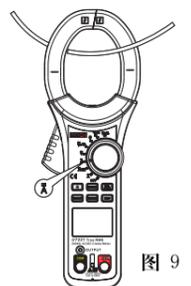

图 9
(7) 直流电流 (A) (见图9)
7.直流电流测量 (A) (见图9)